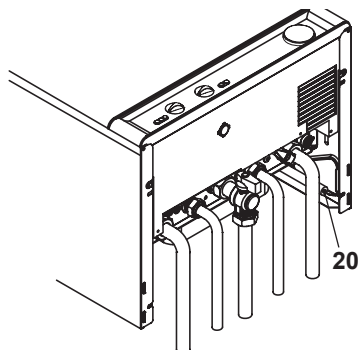

Figura 5.4
- Collegare lo scarico della valvola di sicurezza 20 ad un imbuto di scarico Figura 5.4.